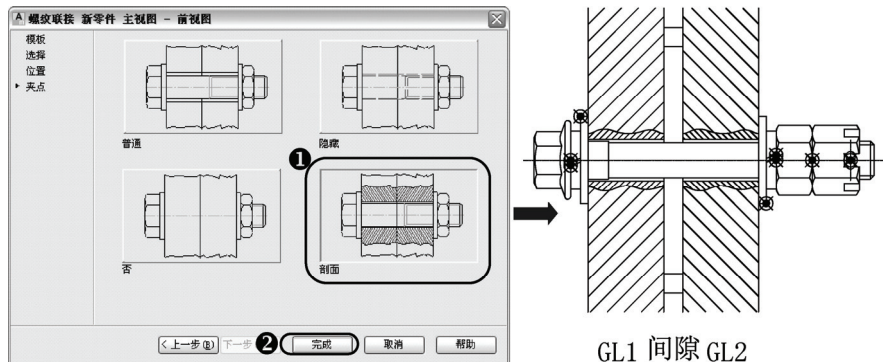

图 11-41 螺栓“前视图”绘制完毕
4) 当选择好相关点之后，在返回的“螺栓装配位置-前视图”对话框中选择“下一步”按钮，弹出“螺纹联接新零件主视图-前视图”对话框，选择“夹点”选项中的“剖面”选项，单击“完成”按钮，该螺栓“前视图”完成，如图 11-41 所示。